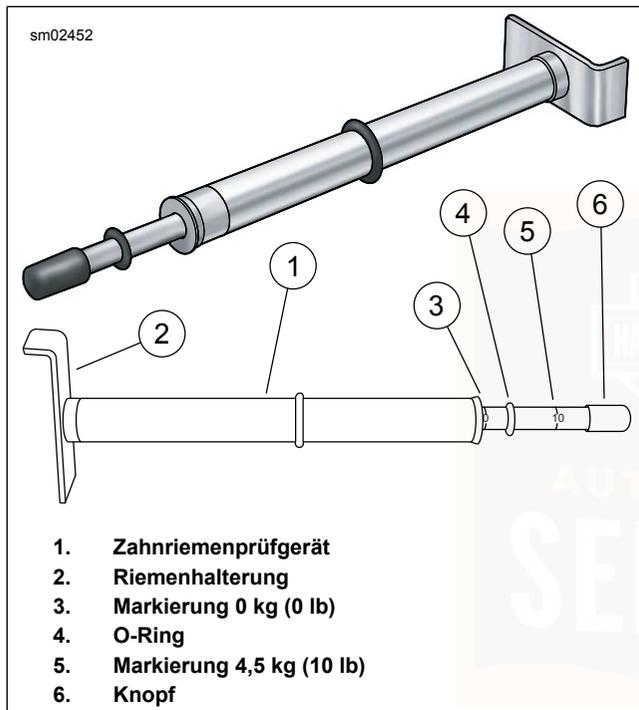
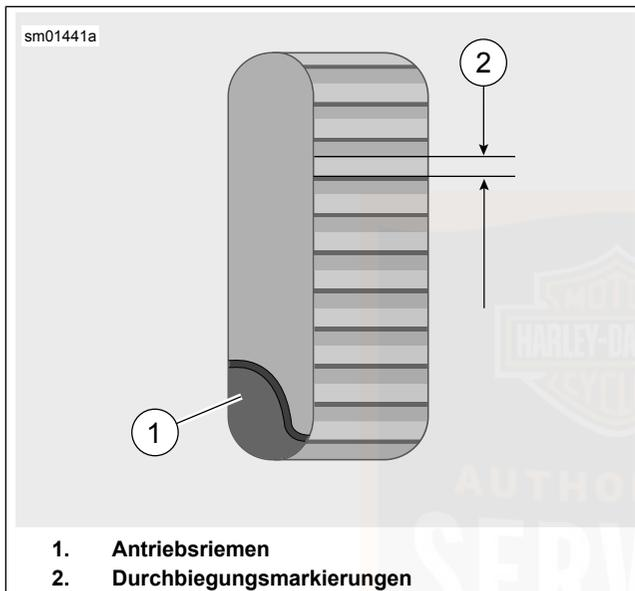

Abbildung 73. Zahnriemenprüfgerät
Abbildung 75. Sichtfenster der Riemendurchbiegung
3. Siehe Abbildung 73. Die Riemendurchbiegung mithilfe des ZAHNRIEMENPRÜFGERÄT (TEILENUMMER: HD-35381-A) messen:
- a. Den O-Ring (4) zur Markierung 0 kg (0 lb) (3) hinschieben.
- b. **Modelle, die mit Riemendurchbiegungs-Sichtfenster ausgestattet sind:** Riemenhalterung (2) an der Unterseite des Antriebsriemens anlegen, linear mit dem Riemendurchbiegungs-Sichtfenster.
- c. **Alle anderen Modelle:** Die Riemenhalterung (2) gegen die Unterseite des Antriebsriemens auf halbem Wege zwischen den Antriebsriemenscheiben anordnen.
- d. Den Knopf (6) nach oben drücken, bis der O-Ring nach unten auf die Markierung 4,5 kg (10 lb) (5) rutscht; dort festhalten.
- a. **Modelle, die mit Riemendurchbiegungs-Sichtfenster ausgestattet sind:** Siehe Abbildung 75. Die Riemendurchbiegung durch das Riemendurchbiegungs-Sichtfenster messen und dabei das Prüfgerät ruhig halten. Jede Durchbiegungseinteilung beträgt circa 1,59 mm (1/16 in).